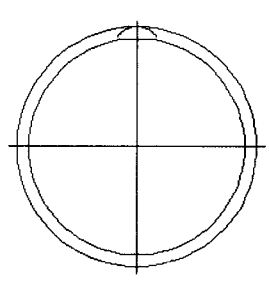

图 1-24
(5) 单击“修改”|“修剪”命令, 剪除多余线段, 单击“修改”|“删除”命令, 将无法剪除的多余线段予以删除, 结果如图 1-24 所示。